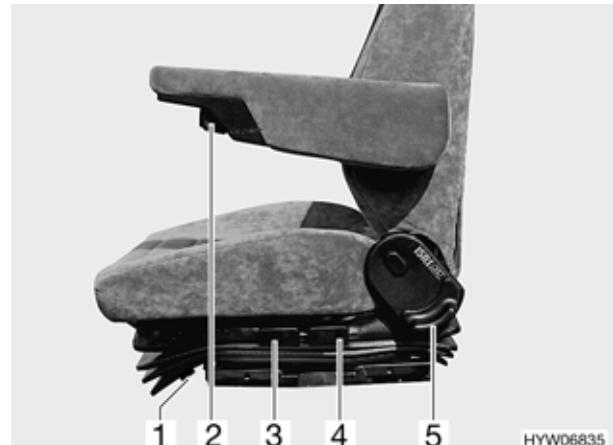

Fig. 8 Sedile del guidatore/sedile del passeggero HYW06835
- Tirare la maniglia (Fig. 8,3). Il sedile si solleva in avanti.
- Tirare la maniglia (Fig. 8,4). Il sedile si solleva indietro.
- Tirare la maniglia (Fig. 8,1). Il sedile può essere spostato in avanti o all'indietro.
- Tirare la maniglia (Fig. 8,5). È possibile regolare l'inclinazione dello schienale.
- Ruotare (Fig. 8,2) verso destra o sinistra la maniglia.